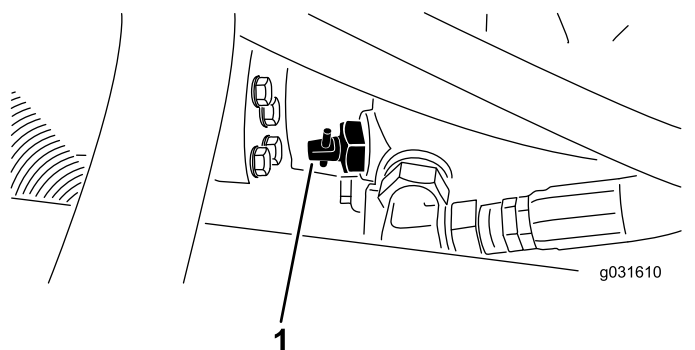

Figura 30
1. Individuate la valvola di bypass sulla pompa (Figura 30) e allentatela con una rotazione di 90° (1/4 di giro).